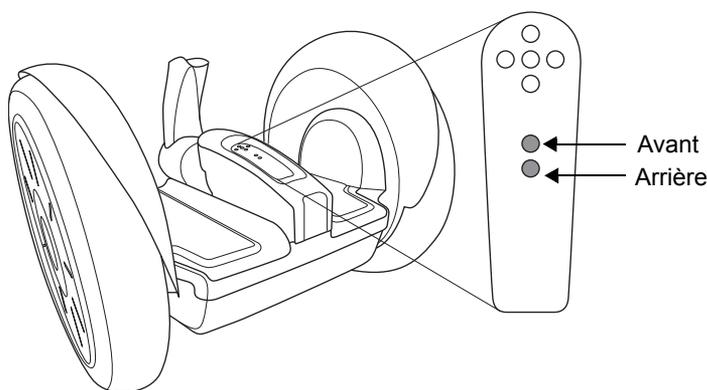

Figure 23. Emplacement des témoins de charge des batteries
6. Vérifiez que les deux témoins de charge sur la console s'allument en vert pour vous assurer que les batteries sont en charge (voir la **Figure 23**).
Deux témoins de charge des batteries sur la console indiquent le niveau de charge des batteries lorsque le Segway TP est branché. Le témoin de charge avant correspond à la batterie avant et le témoin de charge arrière à la batterie arrière (voir la **Figure 23**).